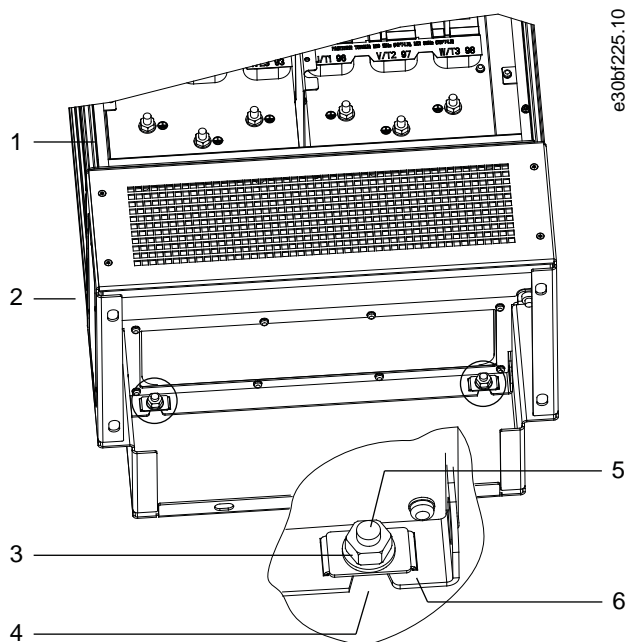

Рисунок 10: Точки крепления подставки к корпусу сзади
1. Поднимите преобразователь частоты и установите его на подставку. В задней части подставки имеется два болта, которые входят в два отверстия-паза на задней стороне корпуса. Для установки положения преобразователя частоты передвигайте болты вверх или вниз. Закрепите их, не затягивая, двумя гайками M10 и фиксирующими кронштейнами. См. Рисунок 10.